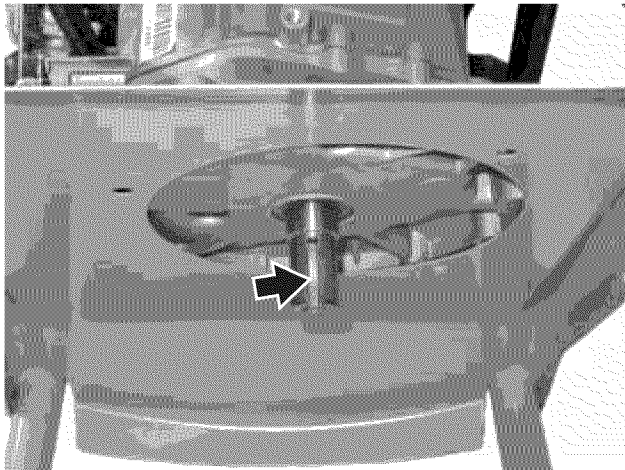

Figura 41 – Chaveta y chavetero de cigüeñal
4. Inspeccione la chaveta y el chavetero del cigüeñal (ver Figura 41).